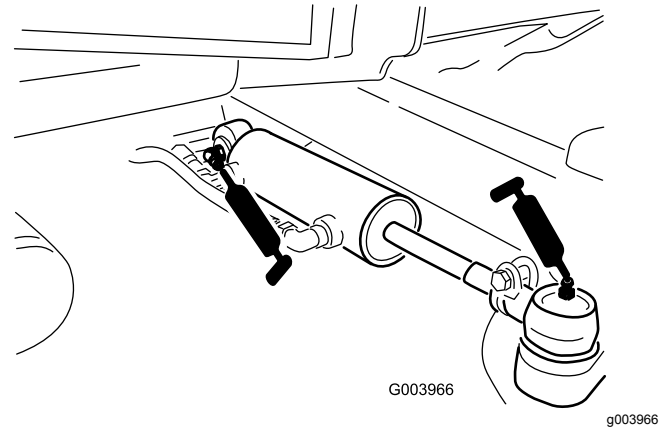

Рисунок 80
- Шаровые опоры гидроцилиндра рулевого управления (2 шт.) (Рисунок 80)